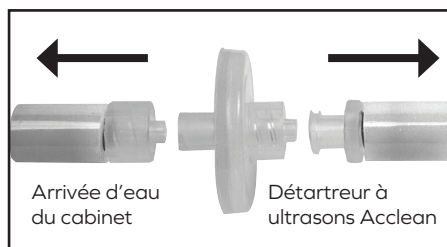

Fig. 6
6. Installez le filtre de rechange sur le tube d'arrivée d'eau comme indiqué à la figure 6.